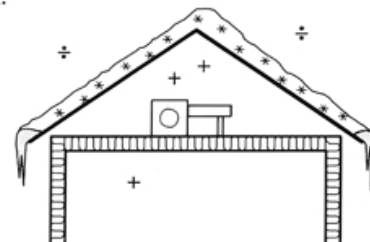

Fig. 224
- 224 *Varmekilder på loft.* Varmekilder på et "kaldt" loft gir ofte store isproblemer, se fig. 224. Slike varmekilder kan være ventilasjonsanlegg, varmluftskanaler, varmtvannsbereidere o.l. Slike innredninger må ikke plasseres på kalde loft.